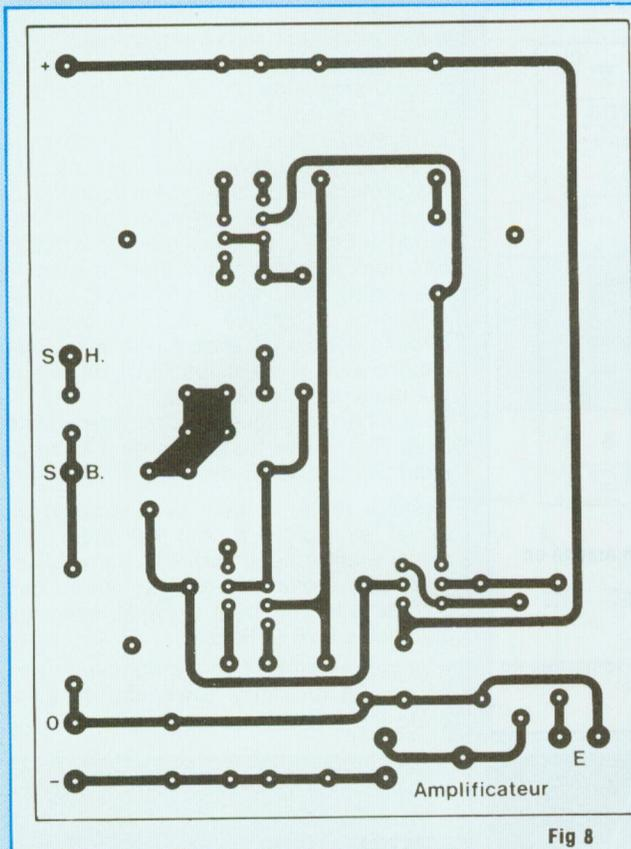

Fig. 10
9. Pas de problème particulier, il suffit de se reporter à la nomenclature des composants pour connaître la valeur nominale de chacun d'eux. Cependant, attention, un point important à souligner. Suivant la marque des transistors 2N 3904 et 2N 3906, le brochage n'est pas le même (voir figure 10), bien que les boîtiers soient tous les deux des T092. Cette différence de brochage existe par exemple entre les transistors Motorola et les National Semiconductor.